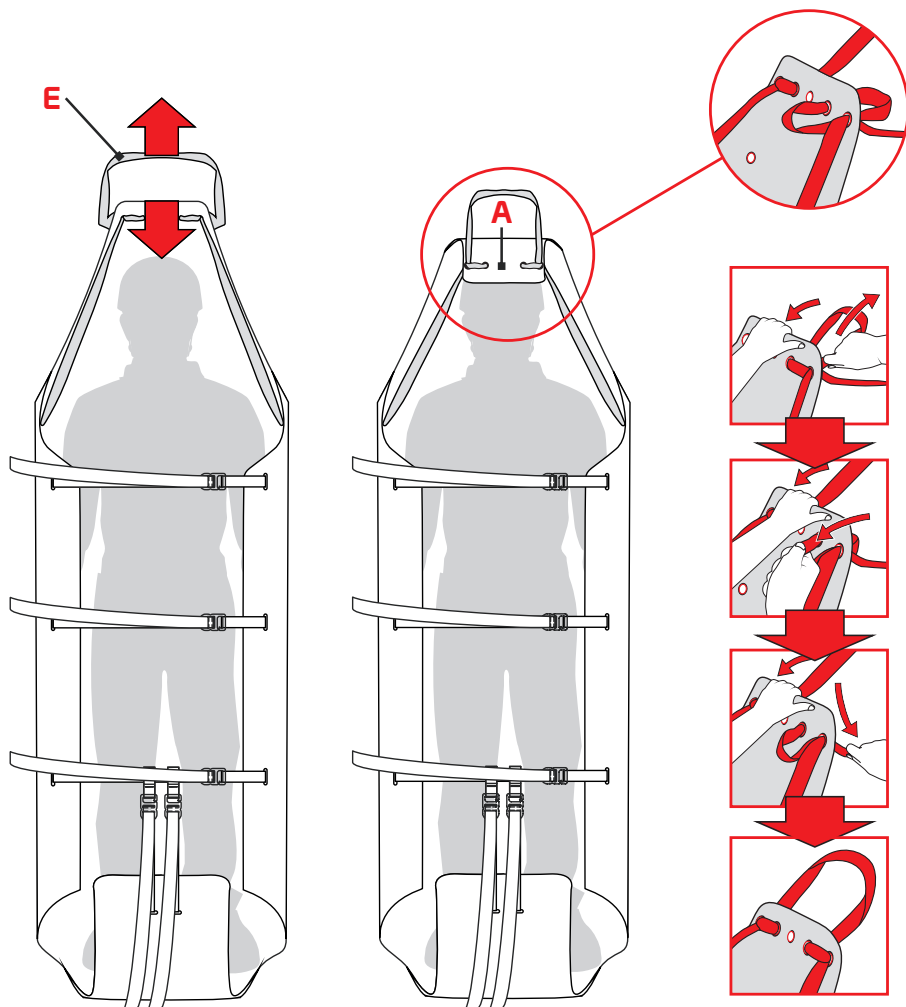

Fig.19
- c) tensionare la fettuccia (E), per sollevare la parte terminale del piano di appoggio (A) di quanto necessario a contenere la testa del paziente, e bloccarla (fig. 19). Evitare il prolungato contatto della cute del paziente con i tessuti del dispositivo.